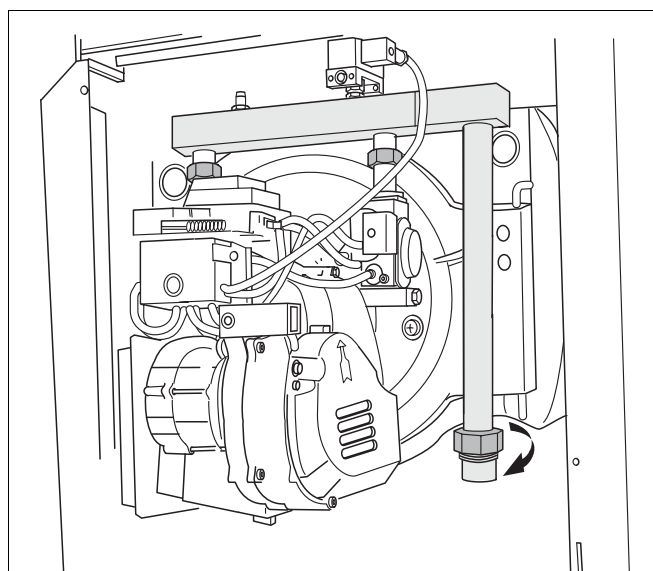

Fig. 11 Raccordement du gaz
- Etablissez le raccordement du gaz sans contrainte (fig. 11).